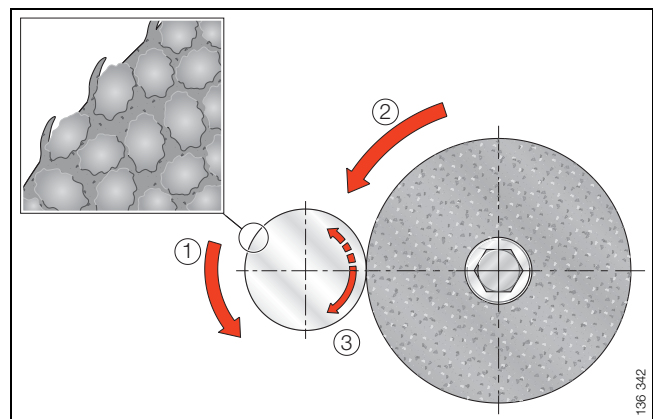

Figura 13 · Rectificado de un eje de fundición
- el sentido de giro del eje de fundición, al rectificar, debe coincidir con el sentido de giro de la muela, ya que si el eje gira en sentido contrario, debe contarse con un desgaste más elevado del casquillo (Figura 13).